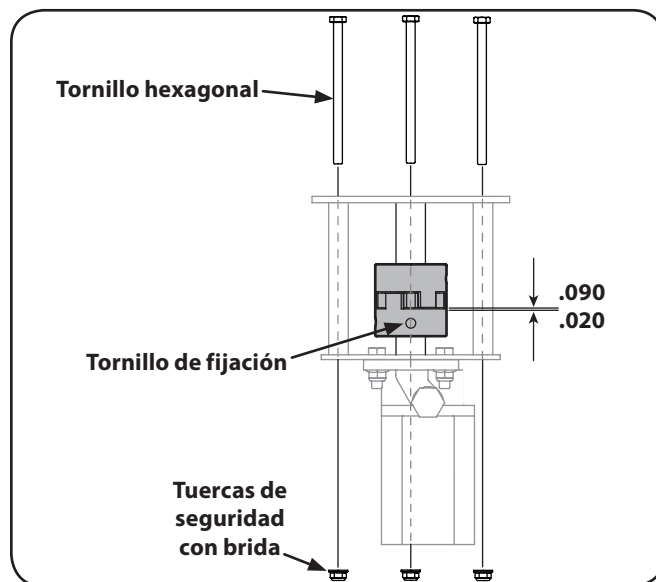

Figura 7-1
1. Retire las tres tuercas que ajustan la bomba al protector del acoplamiento. Hay dos tuercas en las esquinas de abajo y una en el centro, arriba. Vea la Figura 7-1.
10. Establezca .020" a .090" de una liquidación / brecha entre el nylon "araña" y el motor de la mitad del acoplamiento deslizando un calibrador entre el nylon "araña" y la mitad del acoplamiento del motor y mover el medio acoplamiento de la bomba según sea necesario. Instale el tornillo de fijación y el par de 78 pulgadas-libras para asegurar el acoplamiento mitad bomba. Vea la Figura 7-1.